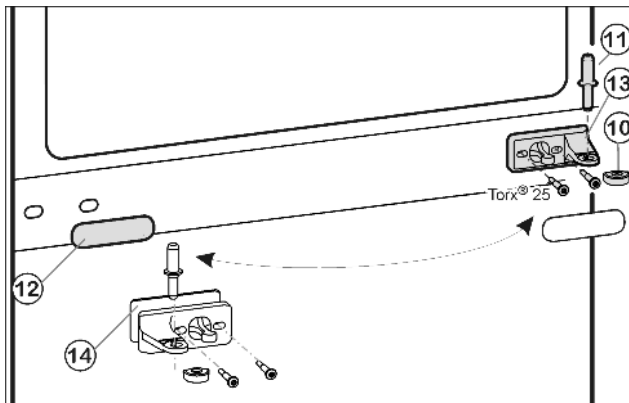
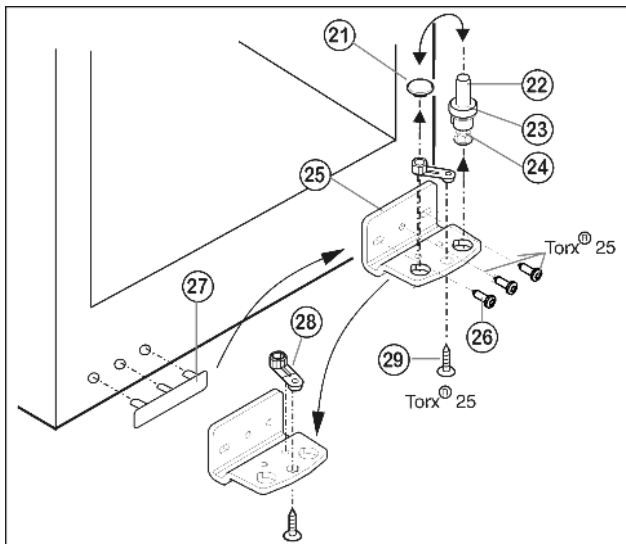

Fig. 8
Fig. 9
- ▶ Lagerbolzen Mitte Fig. 8 (11) aus dem Lagerbock und der unteren Tür herausziehen.
- ▶ Kunststoffkappe Fig. 8 (10) abziehen.
- ▶ Lagerbock Mitte Fig. 8 (13) abschrauben (2 mal Torx® 25).
- ▶ Abdeckblende Fig. 8 (12) vorsichtig abziehen.
- ▶ Lagerbock Mitte Fig. 8 (13) mit Unterlage Fig. 8 (14) um 180° gedreht auf die neue Scharnierseite **fest (mit 4 Nm)** anschrauben.
- ▶ Abdeckblende Fig. 8 (12) um 180° gedreht auf der neuen Griffseite wieder aufrasten.
- ▶ Lagerbolzen Fig. 9 (22) komplett, mit Scheibe Fig. 9 (23) und Stellfuß Fig. 9 (24), nach oben herausziehen.
- ▶ Stopfen Fig. 9 (21) abheben.
- ▶ Lagerbock Fig. 9 (25) abschrauben Fig. 9 (26).
- ▶ Lagerteil Fig. 9 (28) abschrauben Fig. 9 (29) und in das gegenüberliegende Aufnahmeloch des Lagerbocks umsetzen, wieder festschrauben.
- ▶ Griffseitige Abdeckung Fig. 9 (27) vorsichtig abheben und auf die Gegenseite umsetzen.
- ▶ Lagerbock Fig. 9 (25) auf der neuen Scharnierseite ggf. mit Hilfe eines Akkuschraubers **fest (mit 4 Nm)** wieder anschrauben.
- ▶ Stopfen Fig. 9 (21) in das anderen Loch wieder einsetzen.
- ▶ Lagerbolzen Fig. 9 (22) komplett, mit Scheibe und Stellfuß, wieder einsetzen. Dabei darauf achten, dass der Rastnocken nach hinten zeigt.
- ▶ Untere Tür von oben auf Lagerbolzen unten Fig. 9 (22) aufsetzen.
- ▶ Die Kunststoffkappe Fig. 8 (10) wieder auf den Lagerbock Mitte Fig. 8 (13) aufsetzen.
- ▶ Lagerbolzen Mitte Fig. 8 (11) auf der neuen Scharnierseite durch den Lagerbock Mitte Fig. 8 (13) in die untere Tür einsetzen.
- ▶ Obere Tür auf den Lagerbolzen Mitte Fig. 8 (11) setzen.
- ▶ Die Türen eventuell über die beiden Langlöcher im Lagerbock unten Fig. 9 (25) und Lagerbock Mitte Fig. 8 (13) fluchtend zum Gerätegehäuse ausrichten. Dazu mittlere Schraube im Lagerbock unten Fig. 9 (25) herausdrehen.